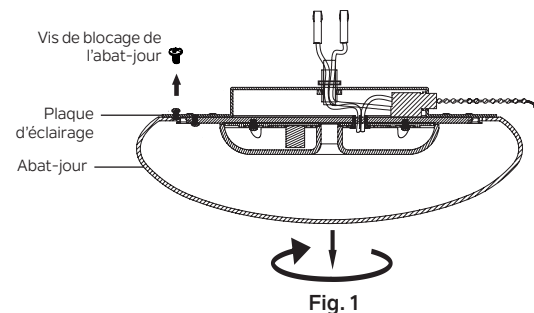

Fig. 1
1. On top of the light kit, unscrew the shade locking screw (located near the outer edge of the light plate). Remove the shade locking screw (Fig. 1).
1. Sur le dessus de l'ensemble d'éclairage, dévissez la vis de blocage de l'abat-jour (située près du bord extérieur de la plaque d'éclairage). Retirez la vis de blocage de l'abat-jour (Fig. 1).
1. En la parte superior del kit de luz, desatornille el tornillo de bloqueo de la pantalla (ubicado cerca del borde exterior de la placa de luz). Retire el tornillo de bloqueo de la pantalla (Fig. 1).